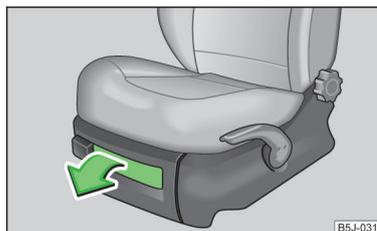

Fig. 68
- Para abrir la tapa, tirar del asa » fig. 68.